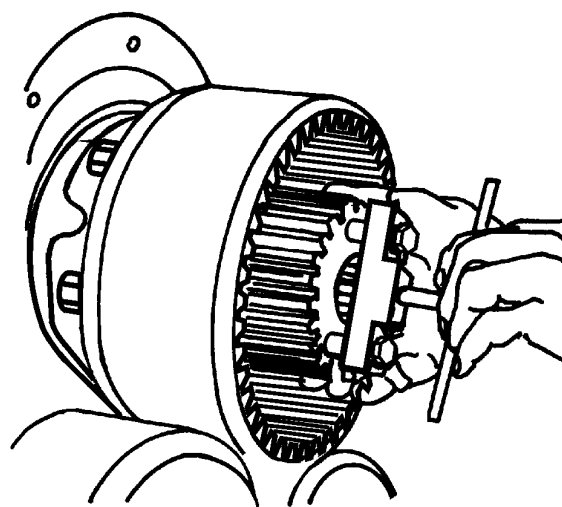

Рис. 7С.10. Стягивание зубчатой ступицы (8)
5. С помощью круглогубцев RSKm-200 снять стопорное кольцо (7), а затем с помощью съемника 1.549.0002 стянуть зубчатую ступицу (8), смотри Рис. 7С.10. Снять второе стопорное кольцо (7).
6. Вынуть поршень (10) и снять уплотнительное кольцо (11).
7. С помощью круглогубцев RSKm-200 снять стопорное кольцо (9). Обозначить положение барабана относительно втулки и затем снять барабан (19) с втулки. Вынуть из барабана фрикциона комплектное уплотнительное кольцо (кольцо «O-ring» с буферным кольцом) (12) и два уплотнительных кольца (18).